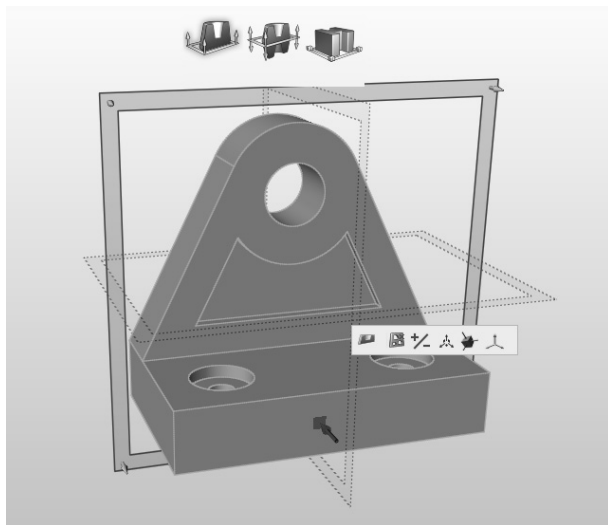

图 2-18
8) 单击该托架, 在托架上出现一个蓝色平面, 四角上有箭头指向托架前方, 表明该方向为拔模方向 (模具脱离零件的方向), 如图 2-18 所示。